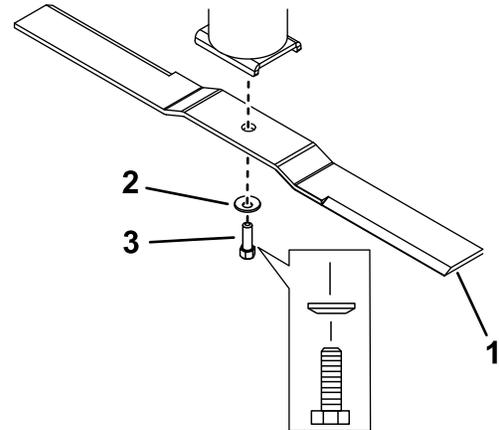

Рисунок 37
- Выверните болт ножа, снимите изогнутую шайбу и нож с чаши шпинделя в сборе (Рисунок 37).
1. Установите нож на шпиндель (Рисунок 37).
2. Установите изогнутую шайбу (чашеобразной стороной в сторону ножа) и болт ножа (Рисунок 37).